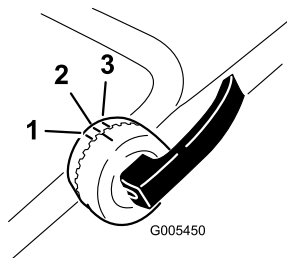

Figura 4
2. Para ajustar la altura del manillar, abra los cierres de la sección superior del manillar y gire la sección superior hacia arriba, bloqueándolo en una posición que le sea cómoda (Figura 4).
del lado interior de los cierres del manillar superior (Figura 4).